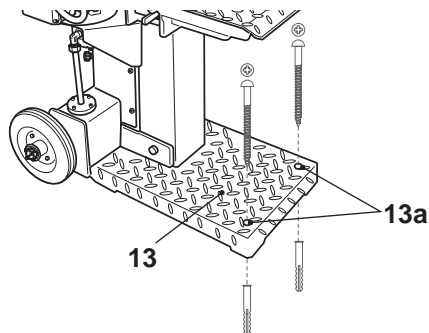

Fig. 9
- > Mettez l'appareil dans la position souhaitée et marquez les emplacements des deux trous à travers le trou de fixation [13a] (Fig. 9).